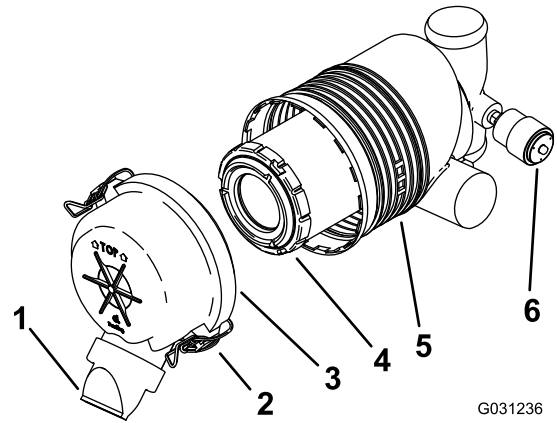

Figura 32
Importante: Cambie el filtro del limpiador de aire únicamente cuando el indicador de mantenimiento se ve rojo (Figura 32). El cambiar el filtro antes de que sea necesario sólo aumenta la posibilidad de que entre suciedad en el motor al retirar el filtro.
5. Abra los cierres del limpiador de aire y tire de la tapa de la entrada de aire para separarla del cuerpo del limpiador de aire (Figura 32).
- Si el indicador de mantenimiento se ve transparente, instale la tapa del limpiador de aire con el tapón antipolvo orientado hacia abajo, y cierre los enganches (Figura 32).
1. Extraiga con cuidado el filtro del cuerpo del limpiador de aire (Figura 32).
3. Instale el filtro con cuidado (Figura 32).
4. Instale la tapa del limpiador de aire con el tapón antipolvo orientado hacia abajo, y cierre los enganches (Figura 32).